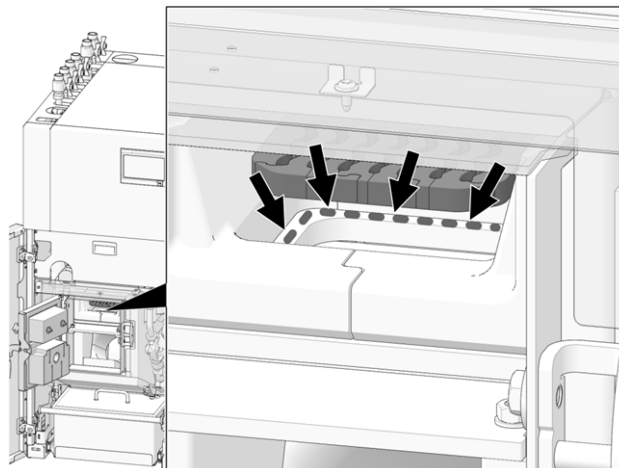

Abb. 2-56: Pulire la superficie di appoggio della griglia
- ▶ Inserire la nuova griglia di combustione, prima pulire la superficie d'appoggio > Abb. 2-56 > 1